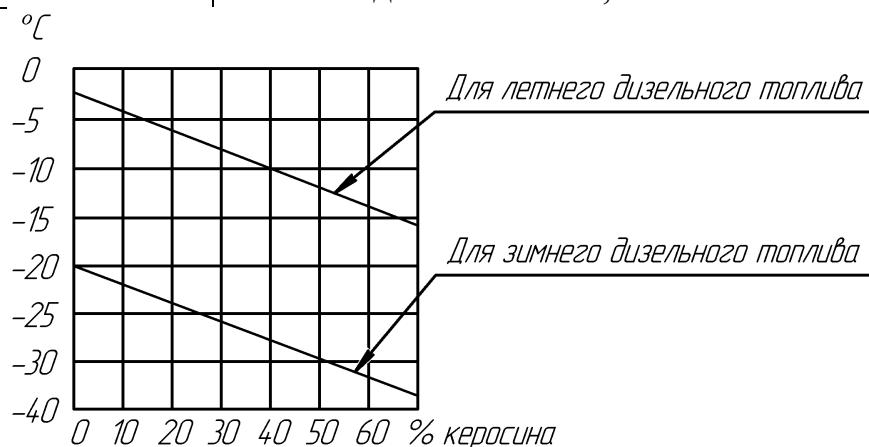

Рис. 10- Содержание керосина в смеси с дизельным топливом в зависимости от температуры окружающего воздуха
10.4 Надежная работа отопителя зависит от марки применяемого топлива. Марка топлива выбирается в соответствие с ГОСТ 305-82 в зависимости от температуры окружающей среды (см. таблицу 10.1). Допускается применять смеси в соответствии с рис. 10.